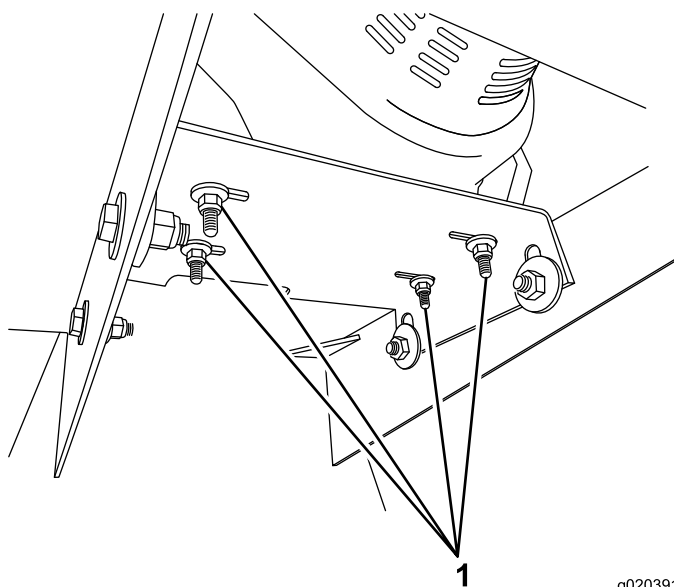

Figure 55
5. Desserrez les 4 écrous et boulons qui fixent le moteur à la plaque de montage (Figure 55).
6. Serrez chacun des 4 écrous et boulons de fixation à 24 N·m (18 pi-lb) (Figure 55).